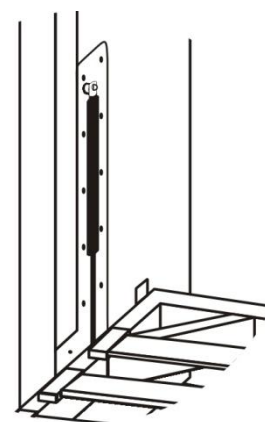

рис. 16
16. Установить газлифт (2 шт) на ось механизма вращения (*штоком вниз*), зафиксировать газлифт с помощью гайки М8 со стопорным буртом (рис.16).